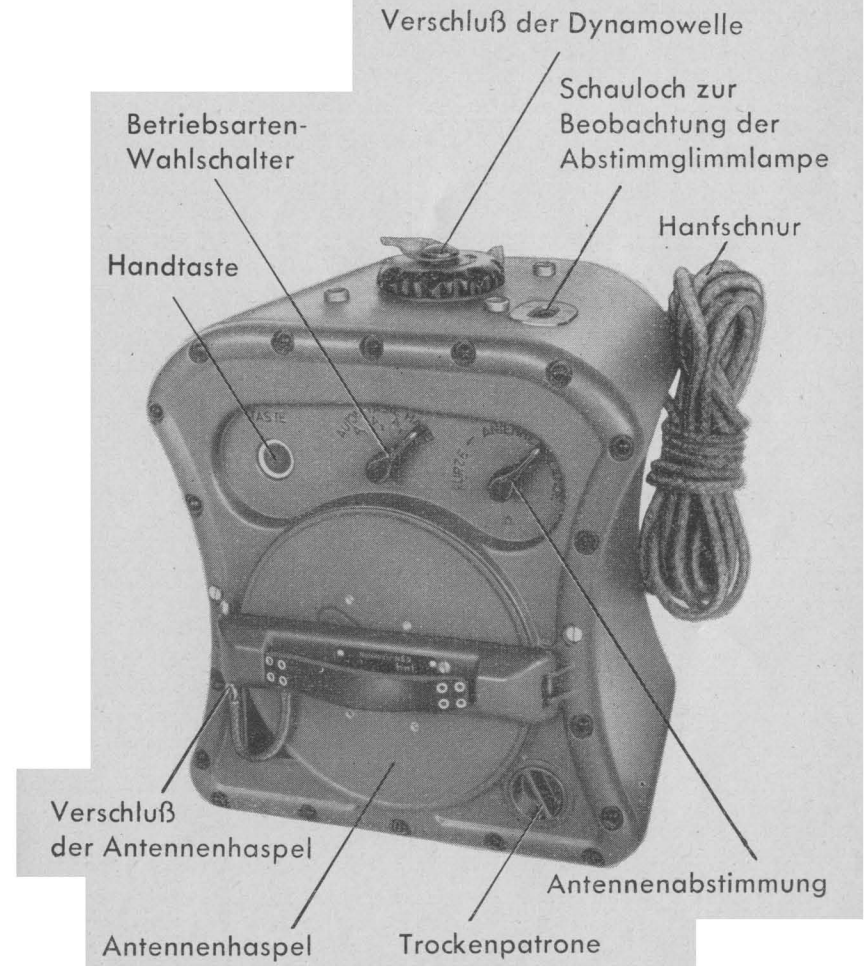

Abb. 1. Notsender NS₂ transportbereit
1. Äußerer Aufbau (siehe Abb. 1, 2, 3, 4)